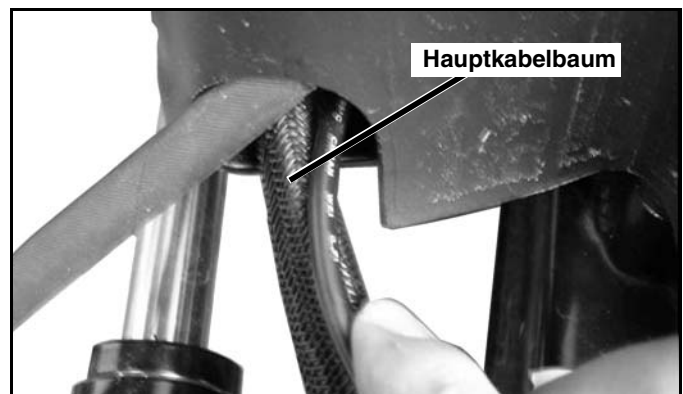

Abb. 1-3a
2. Verlegen Sie das vieradrige Kabel am Empfänger zum Hauptkabelbaum. Verbinden Sie es bei Bedarf mit Kabelbindern am Hauptkabelbaum. Stellen Sie sicher, dass das Steuerkabel innerhalb der Klemmen des Hauptkabelbaums und weiter zusammen mit dem Hauptkabelbaum verläuft. Lassen Sie ausreichend Platz für die Verbindung mit dem Fahrzeugkabelbaum. Achten Sie darauf, dass das Kabel nicht eingeklemmt wird. Zu lange Kabel sind zusammenzulegen und mit Kabelbindern unter der Pumpenabdeckung zu sichern. (Siehe Abb. 1-3a und 1-3b).